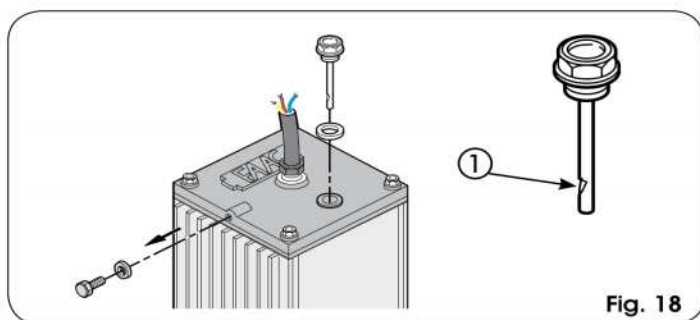
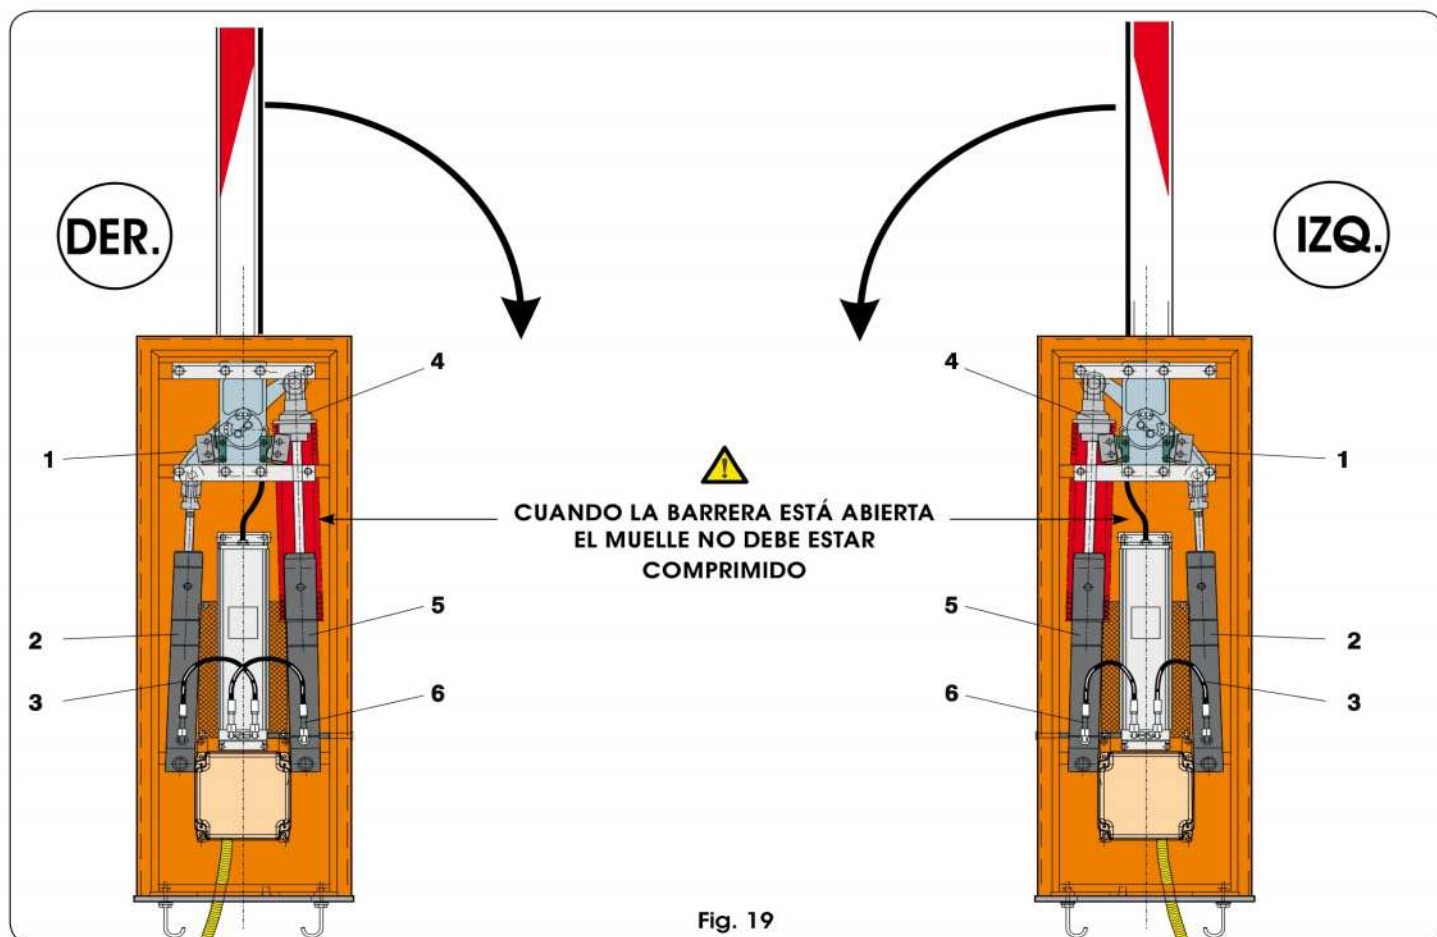

Fig. 18
Fig. 19
El nivel no debe descender por debajo de la muesca de la varilla de control (Fig. 18 ref ①).
Para reponer el nivel de aceite, destornille el tapón de llenado (Fig. 18) y vierta el aceite hasta llegar al nivel deseado.
5. Afloje completamente la tuerca de regulación del muelle (Fig. 19 ref. ④).
6. Desconecte los tubos de alimentación (Fig. 19 ref. ③ y ⑥) de los dos émbolos y tape los racores.
7. Desmonte los dos émbolos (Fig. 19 ref. ② y ⑤) de los empalmes superiores e inferiores e invierta la posición colocando el balancín (Fig. 18 ref. ①) hasta el tope del bloqueo mecánico de final de carrera en apertura.
9. Conecte los tubos de alimentación como se indica en la Fig. 19 en función de la configuración de la barrera (DER. o IZQ.).